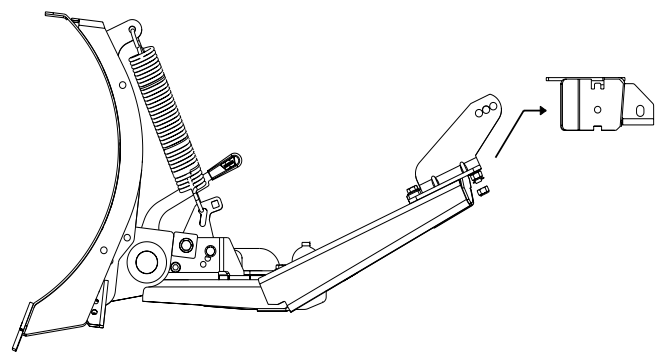

Figure 12
3. Éteignez le véhicule et serrez le frein à main. Soulevez le côté bride de kit de montage de lame du tube poussoir jusqu'au kit de montage de lame sur le véhicule. Insérez la bride de kit de montage de lame dans le récepteur de kit de montage de lame. Voir Figure 12.